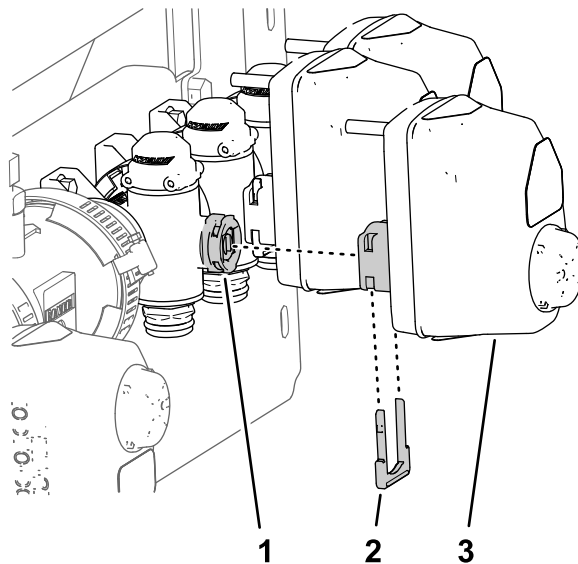

Figura 51
8. Alinee el acoplamiento del actuador de la válvula de sección que retiró en el paso 2 de Retirada del actuador de la válvula \(página 26\) con el orificio del vástago del distribuidor (Figura 51).
retención (Figura 51) que retiró en el paso 1 de Retirada del actuador de la válvula (página 26).